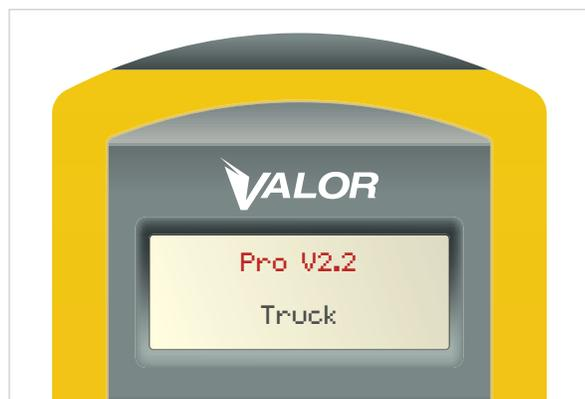

Figure 1A
2. Veuillez vérifier la version logicielle de votre outil SmarTool portable en appuyant sur la touche marche-arrêt. La version actuelle du micrologiciel de votre SmarTool s'affiche à l'écran. Elle doit correspondre à celle indiquée à la Figure 1A.